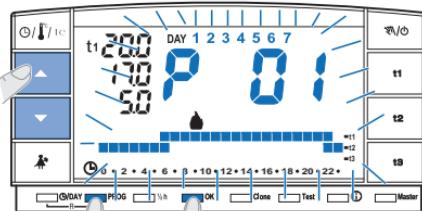

fig. 5
- Si en cambio, desea seleccionar otro programa (fig. 5) pulsar por impulsos la tecla **PROG** (o las teclas $\blacktriangle\blacktriangledown$) hasta visualizar en pantalla el programa que se desea (P02 invierno o P03 verano), por tanto pulsar la tecla **OK**.